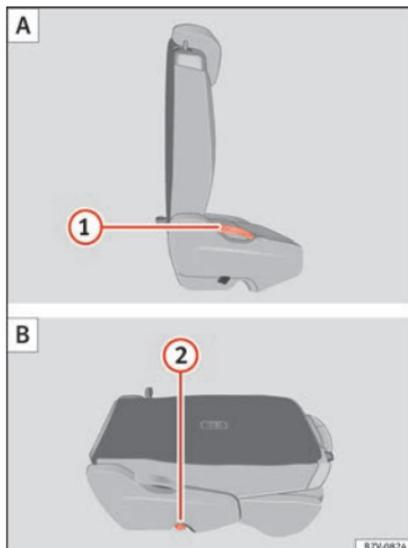

Fig. 161 Seconde rangée de sièges : rabattez le siège arrière A, siège arrière comme plancher de chargement B.
- Retirez les objets du plancher devant et derrière le siège arrière »» ❶.
- Tirez le levier »» fig. 161 ❶ vers le haut et rabattez le dossier entièrement vers l'avant. La banquette complète se rabat vers l'avant »» ❷.
- Baissez le dossier rabattu vers l'avant jusqu'à ce qu'il soit encastré en position de plancher de chargement »» fig. 161 B.
- Tirez le levier »» fig. 161 ❶ vers le haut et redressez entièrement le dossier. L'ensemble du siège se déplie vers l'arrière.